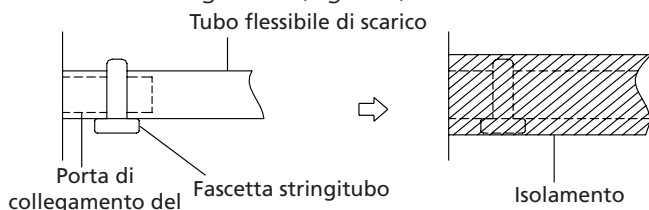

Fig. 6.1
2. Collegare l'estremità del tubo flessibile di scarico al tubo di uscita dell'unità. Avvolgere l'estremità del tubo flessibile e fissarla saldamente con una fascetta stringitubo. (Fig. 6.1)